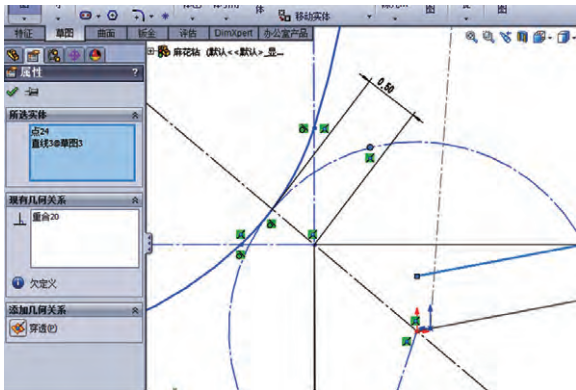

图 19
(14) 在构造线内圆上画一个点, 选中此点与引导草图线 (不与原点重合的那条), 添加几何关系“穿透” (图 19)。